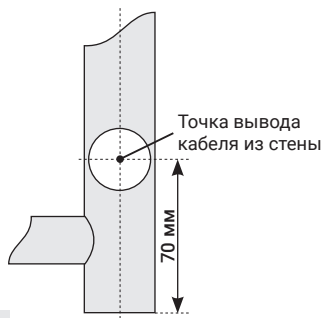

Рис.10
4.3.1. Для монтажа через скрытую проводку производитель рекомендует придерживаться следующих требований: кабель для подключения должен быть медным с сечением $3 \times 1.5 \text{ мм}^2$. Точка вывода кабеля из стены (рис. 10).